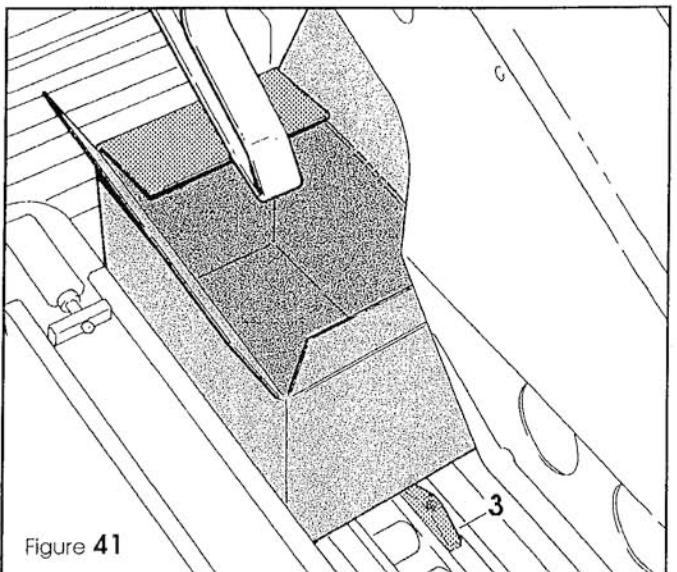

Figure 41
*Der Karton wird gegen die Beklebeköpfe vorwärts befördert und drückt auf den Auslöser 3, der den rückseitigen Klappeneinfalter in Bewegung setzt. (Figure 41).*